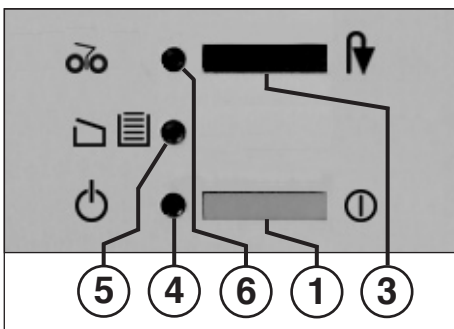

Fig. 1
- 1 = Drukschakelaar (Fig. 1)**
- 3 = Drukschakelaar „Achteruit“ (Fig. 1)**
- 4 = Controlelampje „Gereed“ (Fig. 1)**
- 5 = Controlelampje „Opvangzak vol“ / „Deur open“ (Fig. 1)**
- 6 = Controlelampje „Papierdoorvoerstoring“ (Fig. 1)**
- Machine met de drukschakelaar (1) (Fig. 1) inschakelen. Controlelampje (4) (Fig. 1) gaat branden.
- Als de opvangzak helemaal vol is, schakelt de machine zichzelf uit. Het controlelampje „opvangzak vol“ (5) (Fig. 1) gaat aan. Het legen van de opvangzak gebeurt als volgt:
- Verschuifbaar frame met opvangzak naar binnen duwen en de deur sluiten. Het controlelampje (5) (fig. 1) gaat uit.